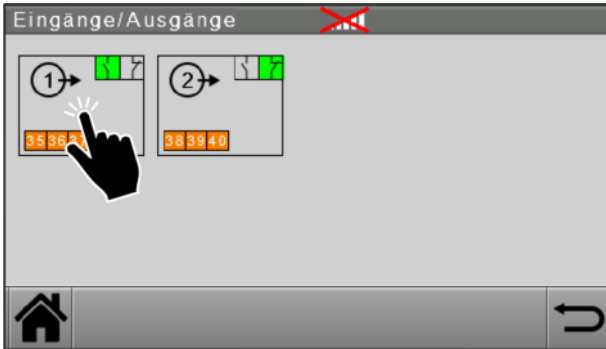

Abb. 72: Eingänge / Ausgänge
1. Ausgang 1 oder 2 wählen (siehe Abbildung 72).